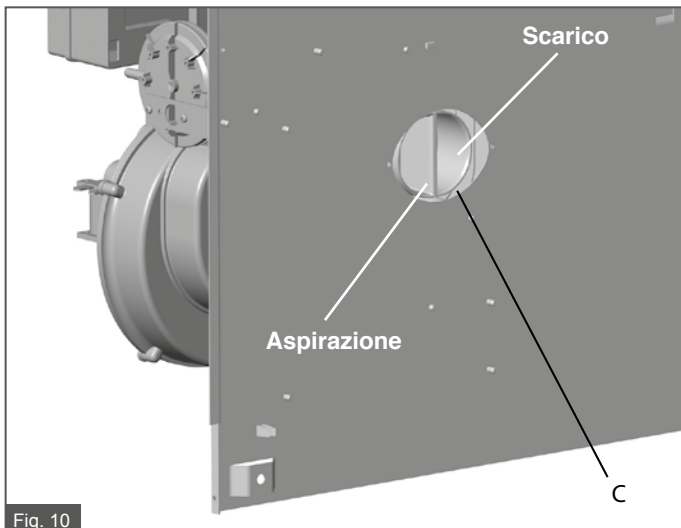

Fig. 10
Con riferimento alla fig. 10, l'aspirazione è a sinistra e lo scarico a destra.
- Montare sulle tubazioni **A** le guarnizioni di tenuta **D** ed inserirle, così predisposte, nei tronchetti **C** dell'apparecchio aiutandosi con dello scivolante (vedi figure 10 e 11). Porre attenzione a che le guarnizioni siano correttamente inserite e che non creino ostruzione al passaggio di aria e fumi.
- Innestare aiutandosi con dello scivolante la riduzione **F** nel tronchetto **C** (fig. 10) fissandola con la vite **Y** (a corredo) al fondello dell'apparecchio (fig. 14 C).